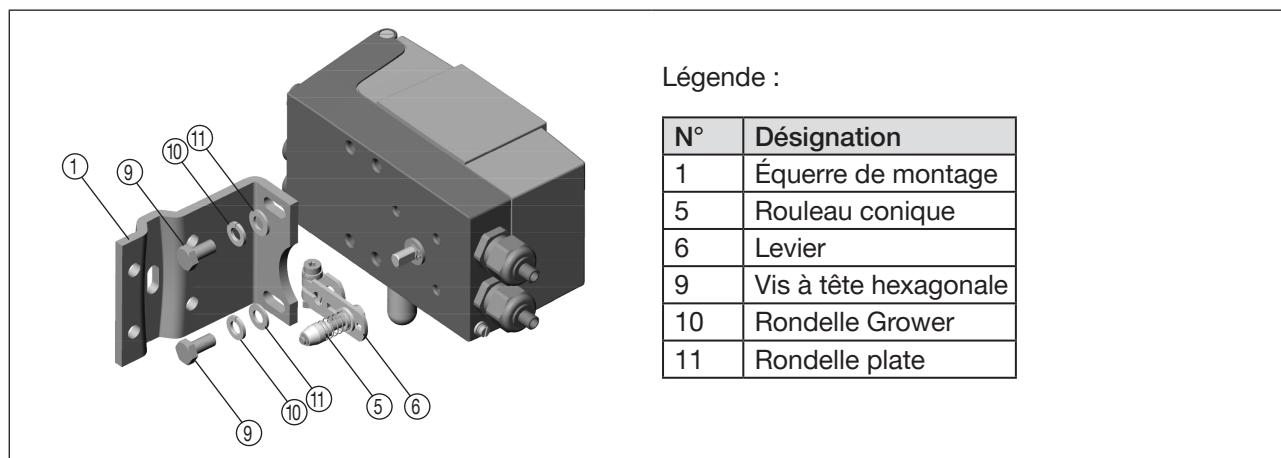

Figure 19 : Fixation de l'équerre de montage sur le SideControl type 8635
→ Fixer l'équerre de montage ① sur la face arrière du SideControl type 8635 avec les vis à tête hexagonale ⑨, les rondelles Grower ⑩ et les rondelles plates ⑪ (voir « Figure 19 »).